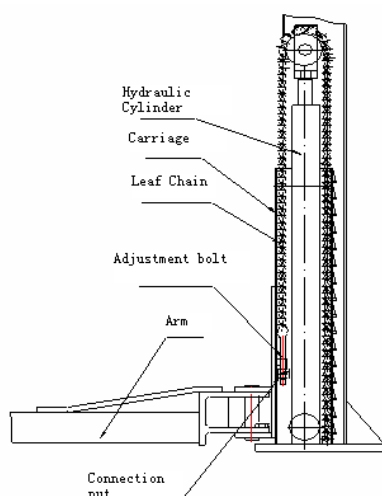

Fig 4
- Verificati conexiunile normale dintre cilindrul hidraulic si panoul din fata si daca contrapiulitele cilindrului de ulei sunt slabite sau nu. A se vedea fig. 4.